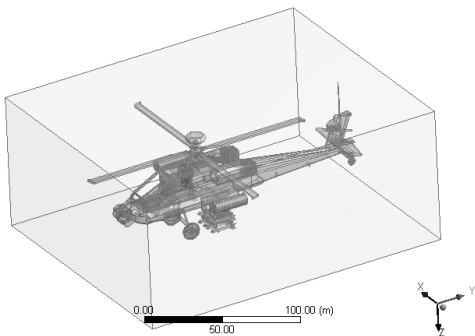

图 2-77 飞机及外部流场模型
Step6: 单击工具栏中的 Generate 按钮, 生成飞机及外部流场模型, 如图 2-77 所示。